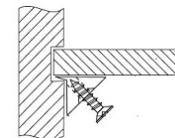

Рис.6
- Закрепить ДВП с помощью фиксаторов (рис.6), установив их по центру каждой короткой стороны и по 2 фиксатора по длинным сторонам ящика.